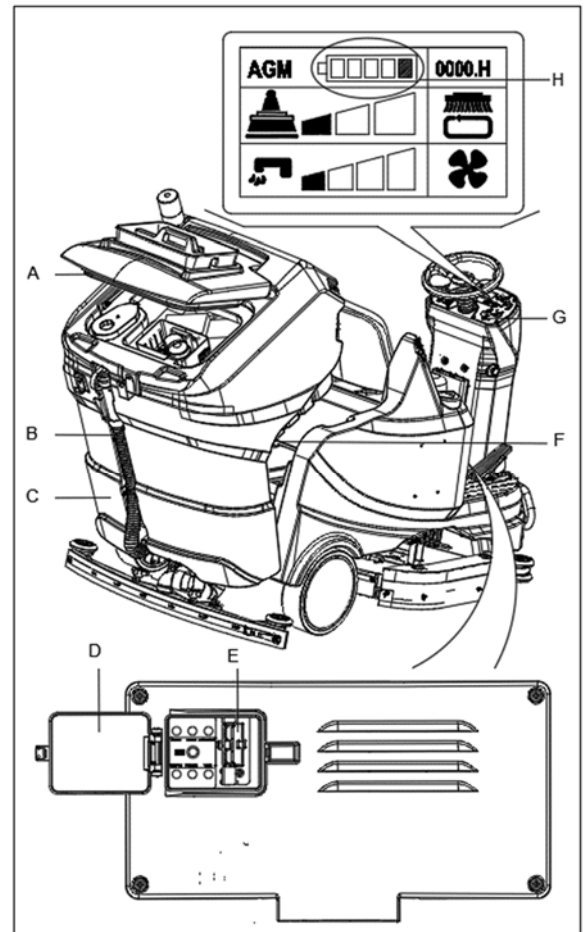

Abb. 16
1. Öffnen Sie den Deckel (A, Abb. 16), vergewissern Sie sich, dass der Schmutzwassertank (C, Abb. 16) leer ist, andernfalls entleeren Sie ihn über den Ablaufschlauch (B, Abb. 16).
3. Drehen Sie den Zündschlüssel (G, Abb. 16) auf „0“.
5. Öffnen Sie die Schutzabdeckung (D, Abb. 16). Schließen Sie den Anschluss des Akkuladegeräts an den Anschluss an der Maschine an (E, Abb. 16). Sobald das Akkuladegerät angeschlossen ist, werden alle Gerätefunktionen automatisch unterbunden.
9. Stecken Sie den Zündschlüssel (G, Abb. 16) ein und schalten Sie ihn auf „I“. Prüfen Sie den Status der Akkus auf dem Multifunktionsdisplaybildschirm (H, Abb. 16).